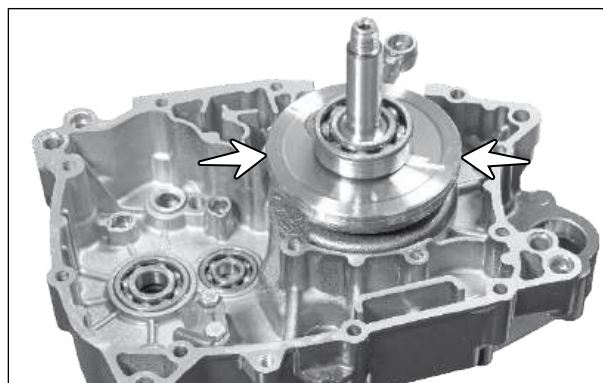

Fig. 3.140
- Remova o conjunto da árvore de manivelas (setas) do conjunto da carcaça do motor do lado esquerdo, batendo levemente pelo outro lado. (Fig. 3.140)